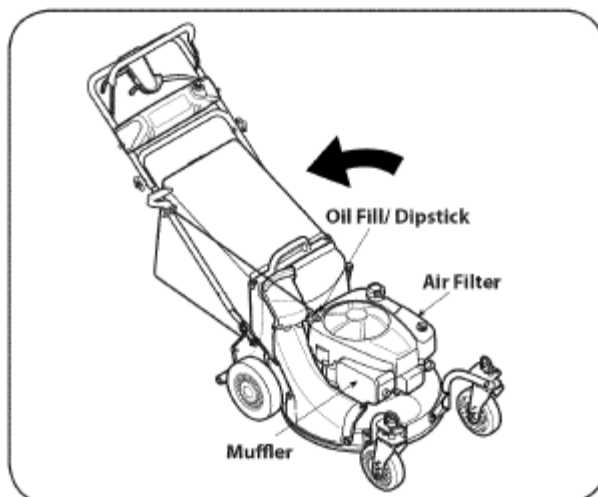

РИС. 14
3. Выкрутите крышку маслоналивной горловины со щупом и слейте масло в контейнер, наклонив двигатель в сторону маслоналивной горловины (см. Рис. 14).
2. Поверните газонокосилку и поставьте ее на корпус стороной с глушителем вниз (см. Рис. 14). Удерживайте газонокосилку в данном положении.